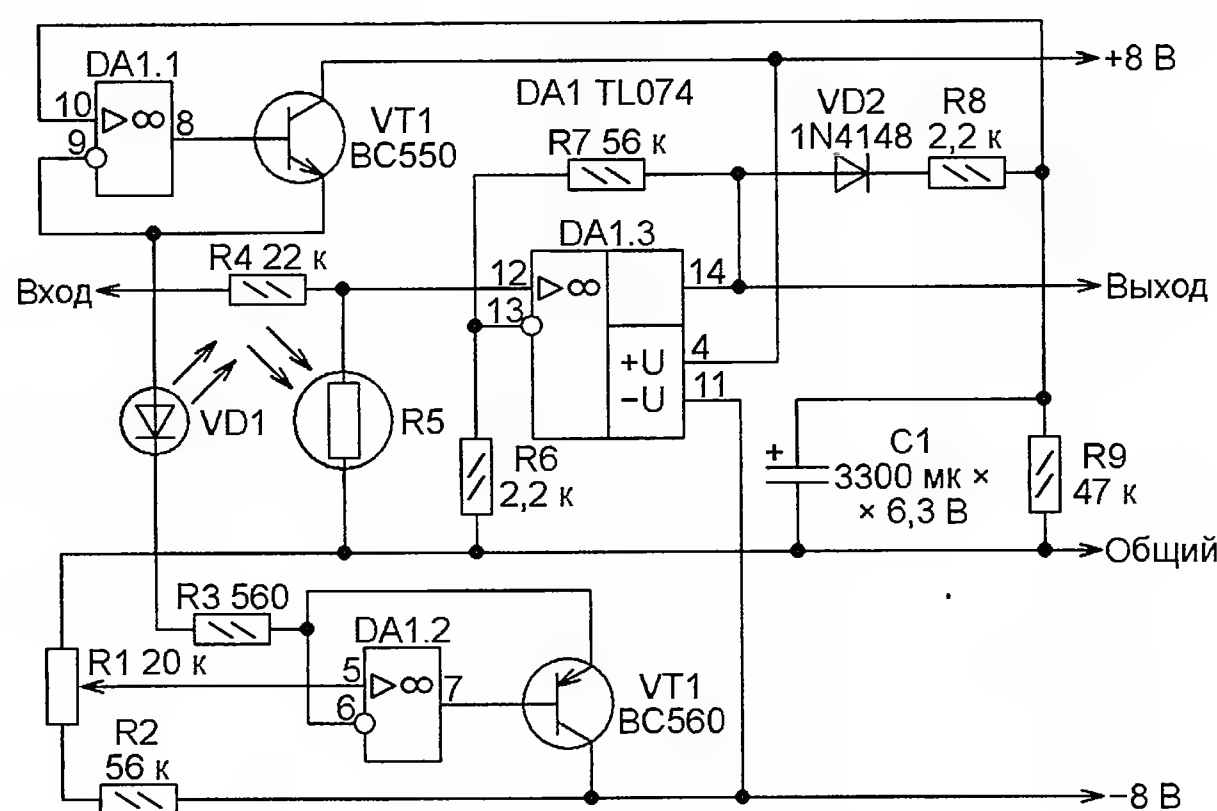

Рис. 7
**Компрессор аудиосигнала для микрофонного усилителя (рис. 7, <http://prosje.be/Projects/AdCo-Microfoonverstker.png>).** Сигнал, поступающий от микрофонного усилителя, может иметь самый различный и изменяющийся уровень, зависящий от громкости звучащей перед микрофоном речи или музыки. Перед подачей сигнала, например, на вход цветодинамической установки этот уровень желательно стабилизировать, что и делает предлагаемый компрессор. Коэффициент передачи делителя напряжения из резистора R4 и фоторезистора R5 зависит от сопротивления последнего, а оно меняется при освещении фоторезистора светоизлучающим диодом VD1 (они помещены в общий светонепроницаемый корпус). Усиленный ступенью на ОУ DA1.3 сигнал с выхода делителя поступает на выход устройства и на амплитудный детектор на диоде VD2 со сглаживающей цепью R8C1. Продетектированное напряжение через повторитель на ОУ DA1.1 и транзисторе VT1 подаётся на анод излучающего диода VD1. За счёт этого и поддерживается практически постоянный уровень сигнала на выходе. Регулируют его переменным резистором R1.